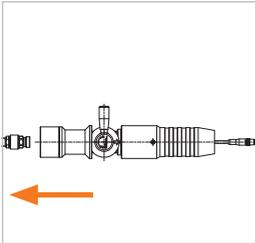

Abbildung 14
- ▶ Ziehen Sie den WEH® Servicenippel vorsichtig und gerade aus der Füllkupplung heraus (Abbildung 14).